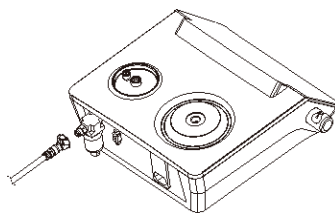

Рисунок 8. Схема установки внешней подачи воздуха
- 2.6.2 Вставьте разъем трубки внешней подачи воздуха в разъем воздухозаборника на задней панели основного блока (см. рис. 8).